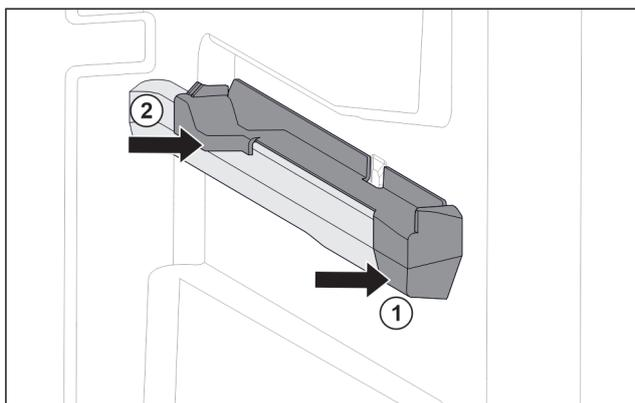

Fig. 84 Pieza de acoplamiento en la nervadura para recipientes derecha
- ▶ Coloque la pieza de acoplamiento delante en la nervadura para recipientes. Fig. 84 (1)
- ▶ Presione la pieza de acoplamiento por detrás. Fig. 84 (2)